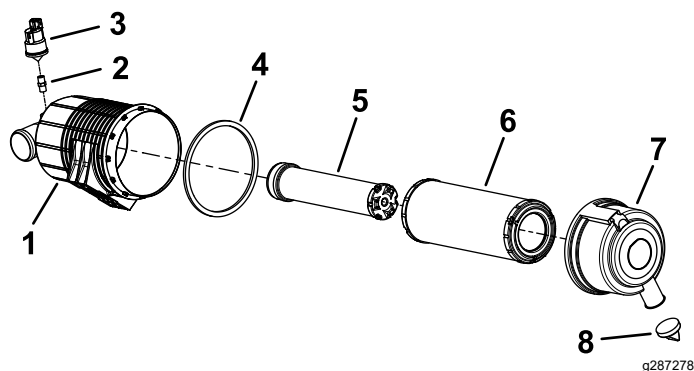

Figure 39
3. Faites l'entretien du filtre à air et de l'élément de sécurité quand l'indicateur de colmatage est rouge (Figure 39).